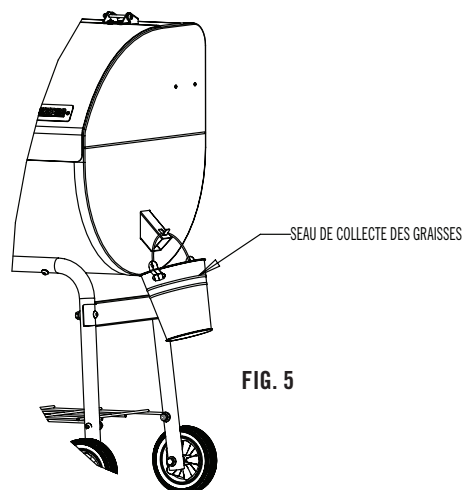

FIG. 5
1. Suspender le seau de collecte des graisses à son conduit d'évacuation comme indiqué à la Fig. 5.